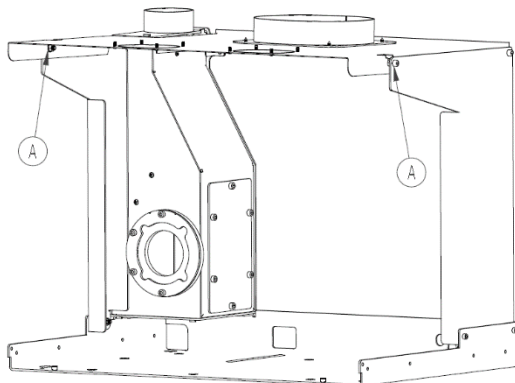

Figure 20 – Installation
6. Comme le montre la Figure 20, la version Square V de l'insert comporte un châssis fixe possédant une partie supérieure fixée aux montants latéraux par des vis M6 DIN 912 et des écrous DIN934. En desserrant sans retirer complètement les vis repérées « A », le couvercle pivote autour des vis arrière, facilitant l'accès à la fixation du tuyau de charge des granulés.
3. Deux sorties d'air chaud de 100mm sont prévues sur le dessus. Pour fixer les buses sur le châssis fixe (voir figure 20), il est nécessaire de couper préalablement avec une pince les prédécoupes laser.